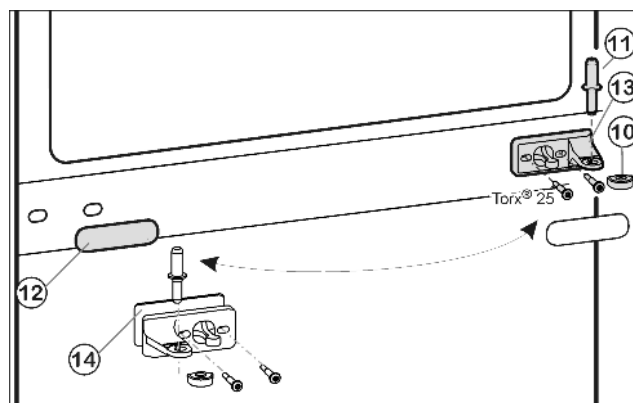
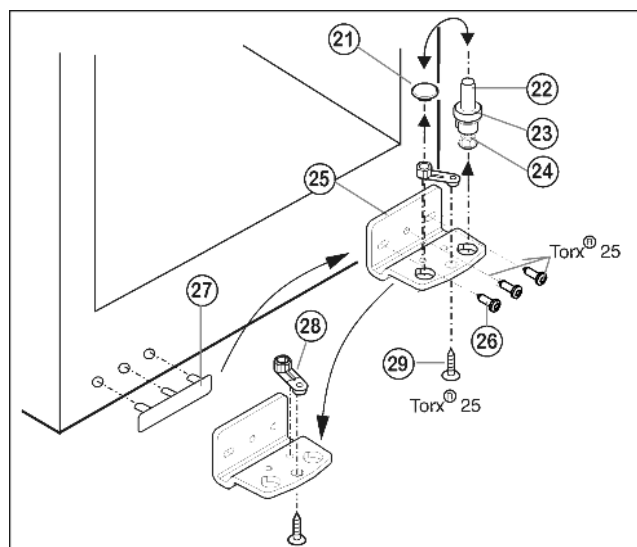

Fig. 5
Fig. 6
- ▶ Wyjąć środkowy sworzeń zawiasu Fig. 5 (11) z płytki zawiasu i dolnych drzwi.
- ▶ Wyjąć zaślepkę z tworzywa sztucznego Fig. 5 (10).
- ▶ Odkręcić środkową płytkę zawiasu Fig. 5 (13) (2 razy Torx® 25).
- ▶ Ostrożnie zdjąć osłonę Fig. 5 (12).
- ▶ Środkową płytkę zawiasu Fig. 5 (13) z podkładką Fig. 5 (14) obrócić o 180° przykręcić mocno na nowej stronie zawiasu (z siłą 4 Nm).
- ▶ Założyć zaślepkę Fig. 5 (12) obrócić o 180° po nowej stronie uchwyty.
- ▶ Trzpień zawiasu Fig. 6 (22) kompletny, z podkładką Fig. 6 (23) i nóżką Fig. 6 (24), wyciągnąć do góry.
- ▶ Unieść zatyczki Fig. 6 (21).
- ▶ Odkręcić Fig. 6 (25) płytkę zawiasu Fig. 6 (26).
- ▶ Odkręcić element zawiasu Fig. 6 (28), przelożyć do przeciwległego otworu zawiasu i tam dokręcić.
- ▶ Zdjąć i przelożyć osłonkę po stronie uchwyty Fig. 6 (27) na przeciwną stronę.
- ▶ Przykręcić mocnopłytkę zawiasu Fig. 6 (25) na nowej stronie (z siłą 4 Nm), w razie potrzeby za pomocą wkrętarki akumulatorowej.
- ▶ Zatyczki Fig. 6 (21) ponownie włożyć do innego otworu.
- ▶ Trzpień zawiasu Fig. 6 (22) kompletny, z podkładką i nóżką włożyć ponownie. Przy tym zwrócić uwagę, by krzywka zatrzaskowa wskazywała do tyłu.
- ▶ Założyć dolne drzwi od góry na dolny sworzeń zawiasu Fig. 6 (22).
- ▶ Ponownie założyć zaślepkę z tworzywa sztucznego Fig. 5 (10) na środkową płytkę zawiasu Fig. 5 (13).
- ▶ Po nowej stronie zawiasu przelożyć środkowy sworzeń zawiasu Fig. 5 (11) przez środkową płytkę zawiasu Fig. 5 (13), wkładając go w dolne drzwi.
- ▶ Założyć górne drzwi na środkowy sworzeń zawiasu Fig. 5 (11).
- ▶ Korzystając ew. z obu podłużnych otworów w dolnej płytce zawiasu Fig. 6 (25) i środkowej płytce zawiasu Fig. 5 (13) ustawić drzwi w jednej linii z obudową urządzenia. W tym celu wykręcić środkową śrubę z płytki zawiasu u dołu Fig. 6 (25).